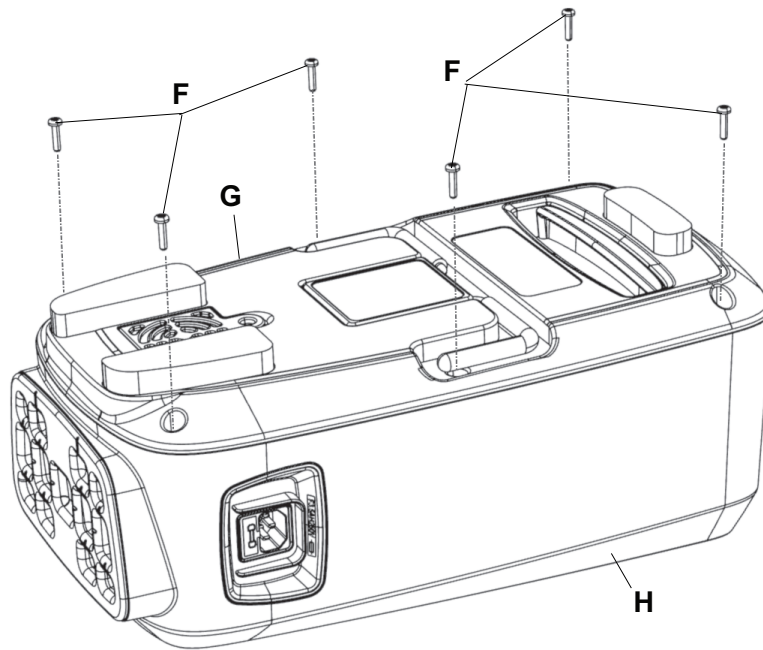

Figure 17 – Capots
4. À l'aide d'une clé Torx T20, retirer les six vis de taraudage (F) qui fixent le capot arrière (G) au capot avant (H) (Figure 17). Conserver les vis.